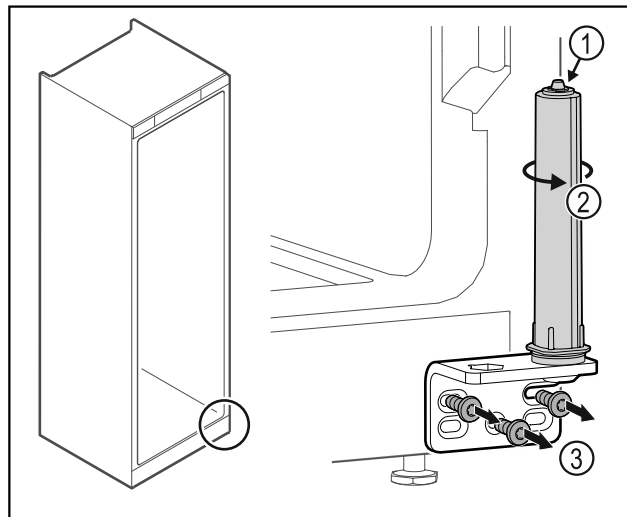

Fig. 38
- Deursluitsysteem niet uit elkaar halen Fig. 38 (1).
- Sluitsysteem Fig. 38 (2) draaien tot het klikt.
- Scharnierhoek Fig. 38 (3) losschroeven.